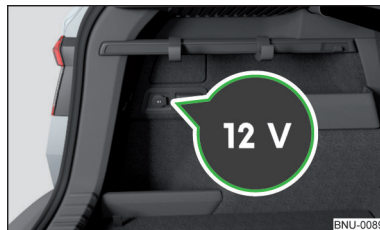

Fig. 123 Cubierta del enchufe de 12 voltios
- Para el uso, abrir la tapa del enchufe » fig. 123 y enchufar el conector del consumidor eléctrico en el enchufe.